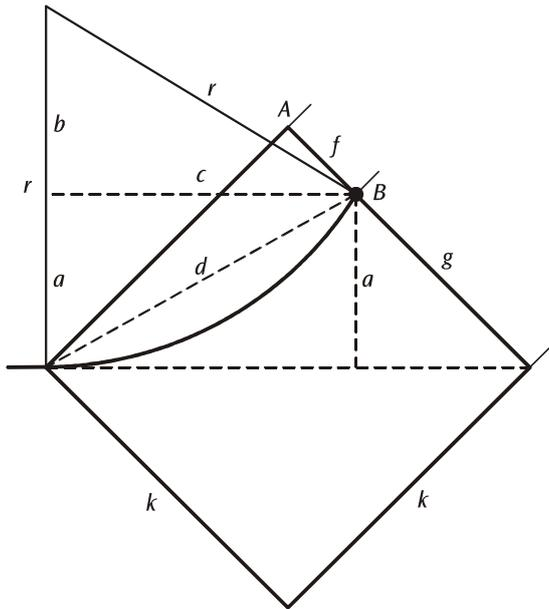

Fig. 4: rappresentazione per il calcolo del raggio di curvatura r dell'orbita degli elettroni dalla distanza f tra il punto di uscita B e il punto angolare A
b) Il raggio di curvatura r del fascio di elettroni può essere stabilito dal punto di uscita B nella Fig. 4.